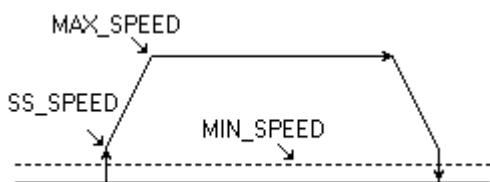

Fig. 1. Velocità di consegna.
- velocità massima del motore (fig. 1)